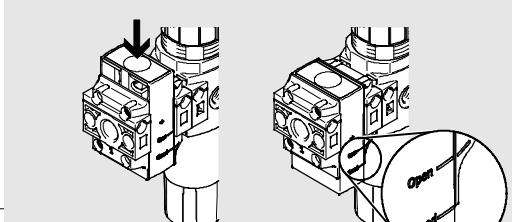

Fig. 3
2. Presionar hacia abajo la corredera de la válvula de cierre hasta alcanzar la posición "Open" (➔ Fig. 3).